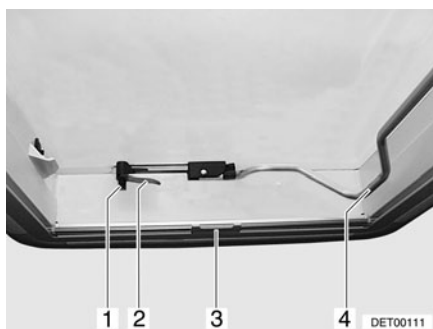
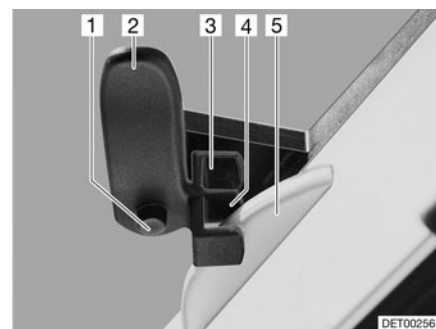

Fig. 53 Lanterneau Heki, fermé
Fig. 54 Lanterneau Heki en position de ventilation 1
*Ouvrir :* ■ Appuyer sur le bouton de sûreté (Fig. 53,1) et tourner d'un quart de tour vers l'intérieur le levier de verrouillage (Fig. 53,2).
■ Tirer l'étrier (Fig. 53,4) vers le bas, hors du dispositif de blocage.
*Fermer :* ■ Tirer l'étrier (Fig. 53,4) vers le bas, hors du dispositif de blocage.
■ Tourner le levier de verrouillage (Fig. 53,2 et Fig. 54,2) d'un quart de tour. Le nez du dispositif de verrouillage du toit (Fig. 54,5) doit s'enclencher dans la fourche de verrouillage (Fig. 54,3).
■ Enfoncer le bouton de sûreté (Fig. 54,1) et remettre le levier de verrouillage (Fig. 54,2) dans sa position initiale. Le nez du dispositif de verrouillage du toit (Fig. 54,5) doit s'enclencher dans la fourche de verrouillage (Fig. 54,4) inférieure.